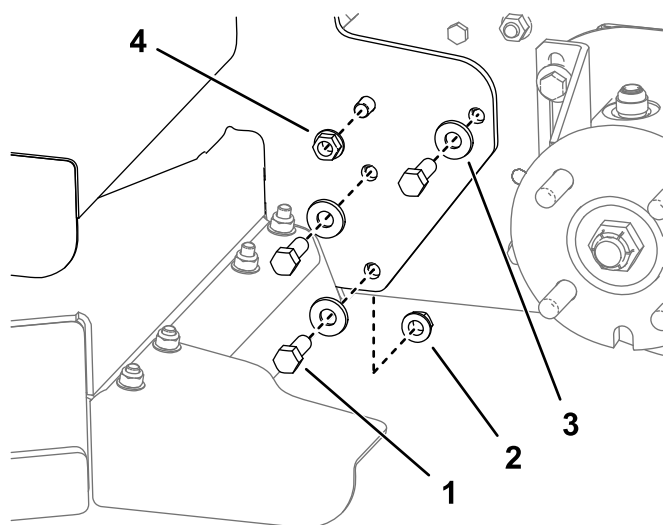

Figura 3
1. Instale 8 pernos ($\frac{3}{8}$ " x 1"), arandelas curvas y tuercas con arandela prensada para fijar la carcasa de corte rotativa en la unidad motriz, como se muestra en la Figura 3.